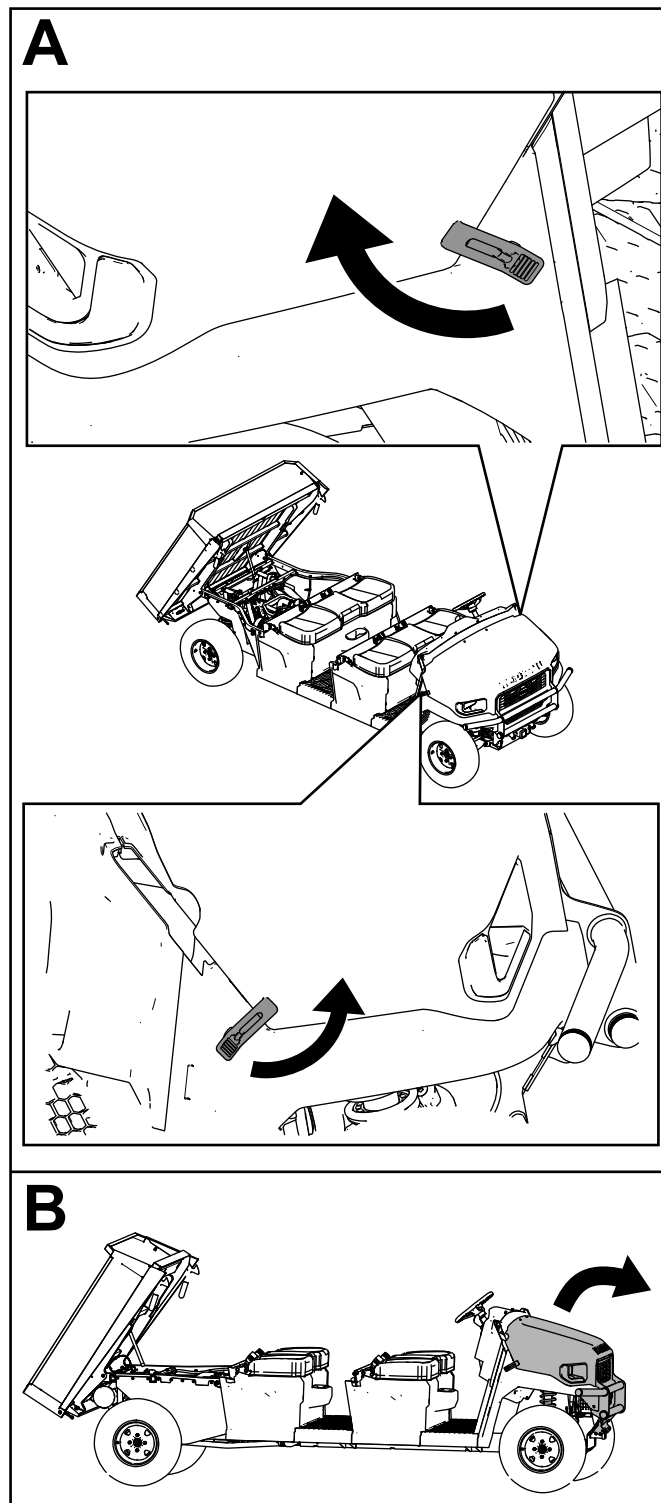

Figure 37
2. Ouvrez le capot (Figure 37).